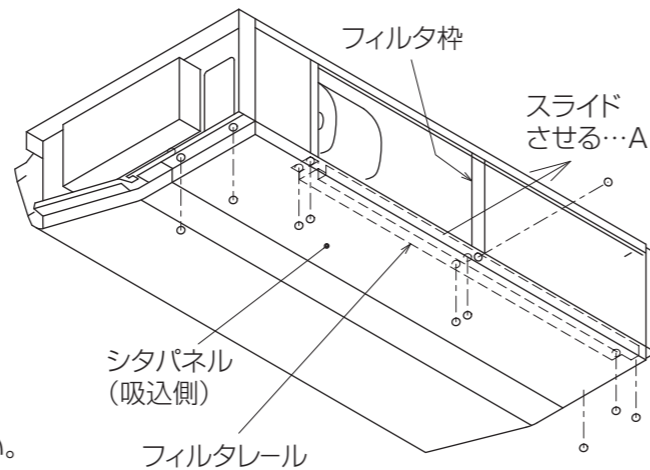

図1
- 下記の要領で本体からフィルタ・シタパネル(吸込側)・フィルタ枠・フィルタレールを除外してください。(図1)